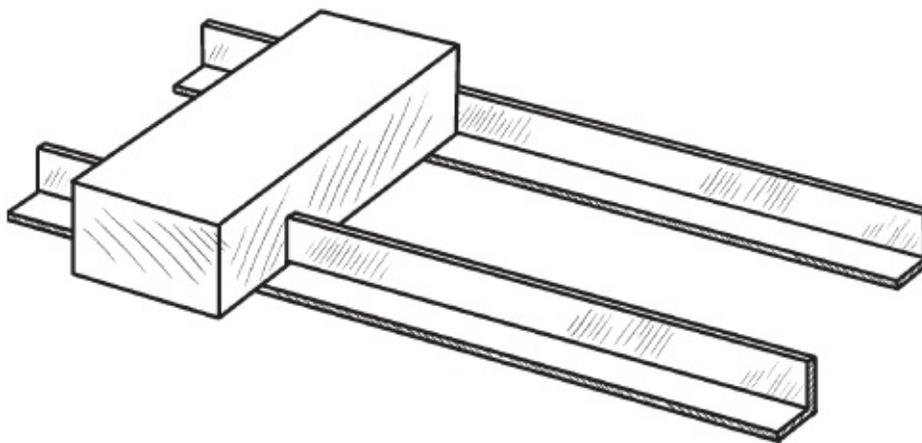

Рис. 42. Кладка лицевых кирпичей в 9-м ряду
4. Все перекрытия лежат на уголках. Чтобы замаскировать узкую полочку уголка в 8 — м ряду, на которой лежат лицевые кирпичи, выполните в них пропилы глубиной 30 мм на расстоянии 60 мм от передней грани, которыми и сможете надеть их на узкую полочку уголка (рис. 42).